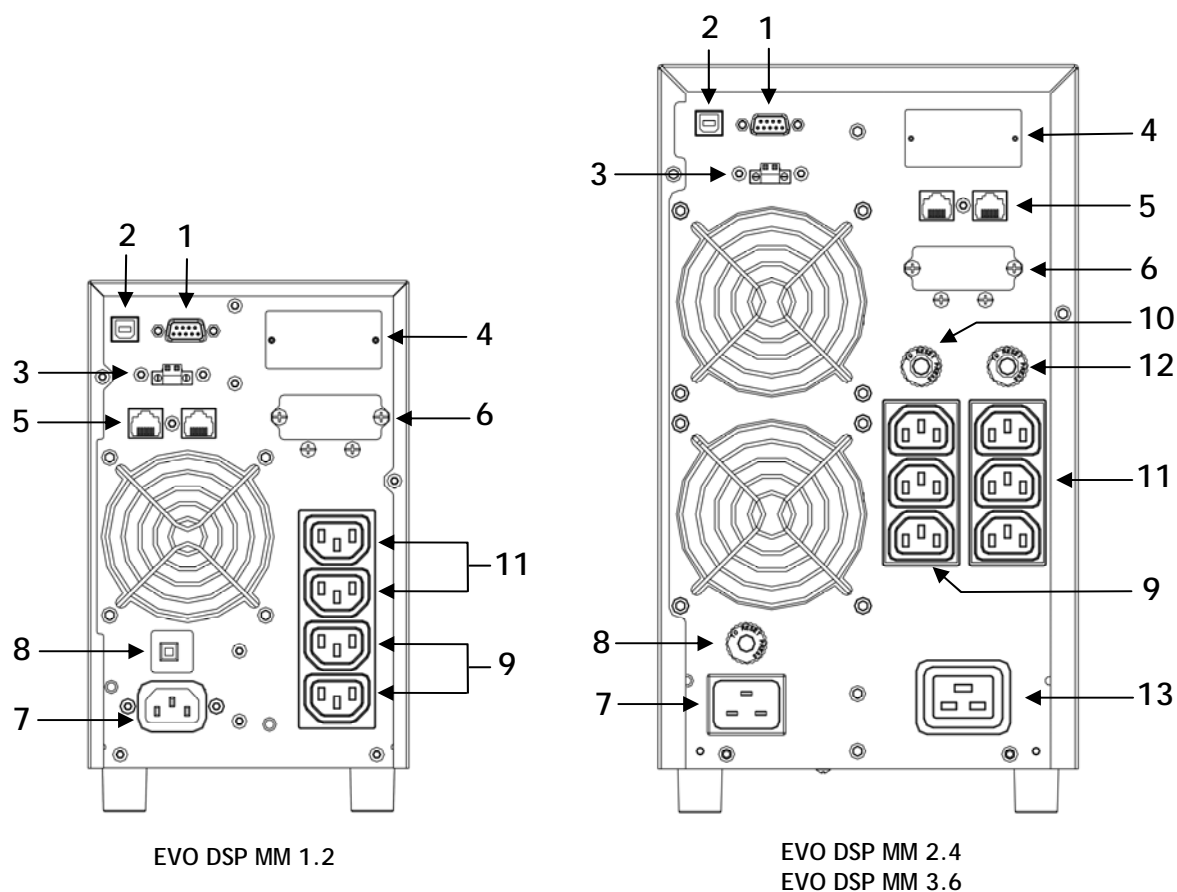

Figura 4 - Pannello Posteriore
1. Tramite il cavo di alimentazione in dotazione collegare la presa d'Ingresso rete (vedi figura 4) ad una presa di alimentazione elettrica che deve avere obbligatoriamente una connessione a terra secondo le norme vigenti. Verificare accuratamente il collegamento a terra della presa d'alimentazione elettrica.
- 3.1. Rimuovere la copertura metallica (#6) sul retro dell'UPS (vedi figura 4), per accedere al Connettore Box Batterie.